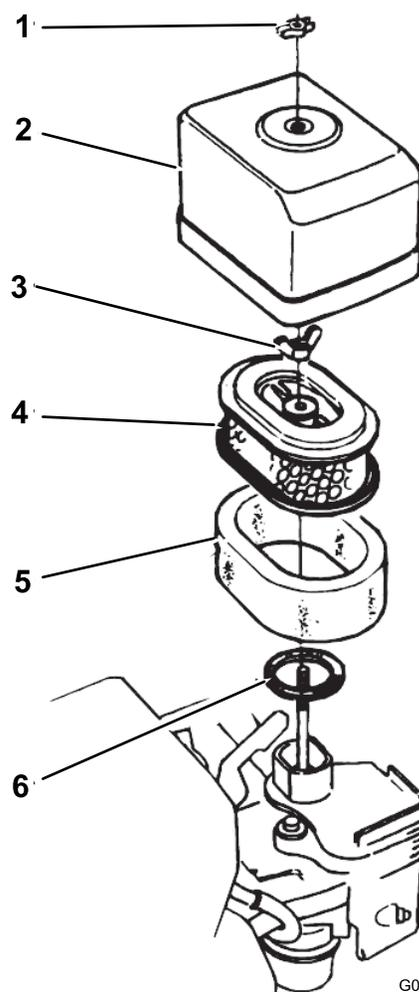

Рисунок 31
2. Удалите барашковую гайку крепления крышки воздухоочистителя и снимите крышку (Рисунок 31).
4. Удалите барашковую гайку крепления воздушного фильтра и снимите фильтр (Рисунок 31).
5. Снимите элемент из поролона с бумажного фильтра (Рисунок 31).